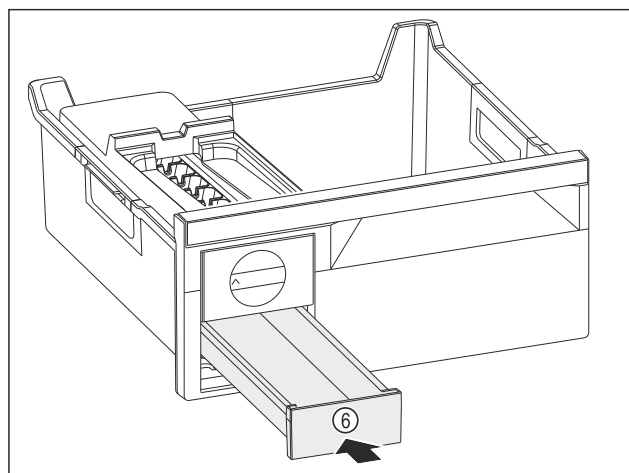

Fig. 110
- Вдвиньте выдвижной ящик для кубиков льда Fig. 110 (6).